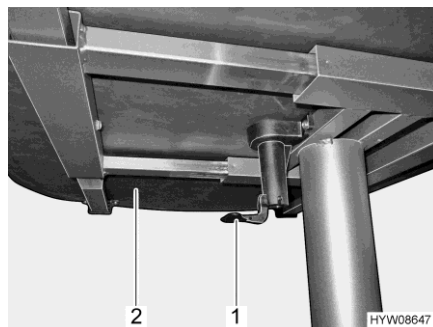

Fig. 84 Palanca para desplazamiento del tablero de la mesa
- Tirar o empujar la palanca (Fig. 84,1) hacia abajo.
- Desplazar a la posición deseada el tablero de la mesa (Fig. 84,2).